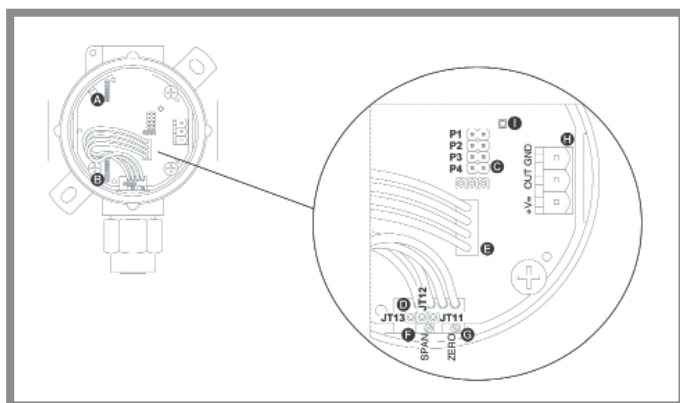

Рис. 1 Внутренняя структура сенсора
- b. Убедитесь, что калибровка производится в помещении с чистым воздухом, поверните триммер «Zero» (ноль) (G на рис.1) против часовой стрелки, пока на дисплее не появится положительное значение вольтажа, затем против часовой стрелки до значения 15 mV, затем снова против часовой стрелки очень аккуратно до значения, близкого к 0 V (если возможно 0 V).
- h. Настройте триммер промежуточного значения (F на рис.1), пока на дисплее вольтметра не отобразится то же значение, что было рассчитано в п. G. Если первая попытка окажется неудачной, оставьте сенсор на чистом воздухе на 10 минут, а затем повторите процедуру.